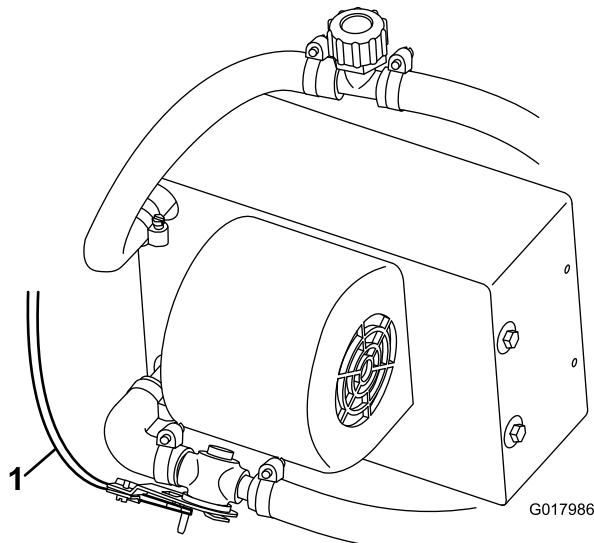

Рисунок 30
9. Проложите и подсоедините трос управления обогревателем к клапану обогревателя (Рисунок 30).